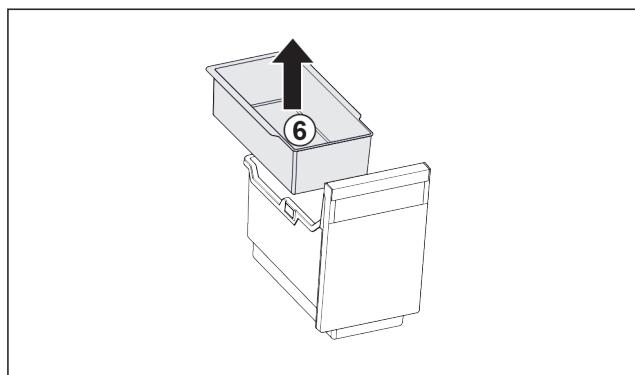

Fig. 90
- Odoberte závesnú misku Fig. 90 (6).